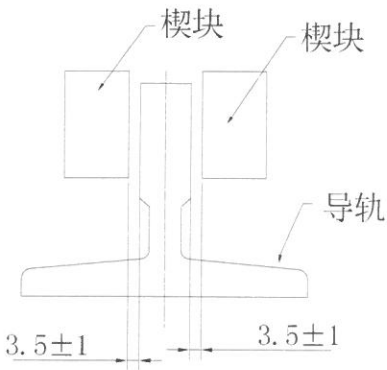

图 4
2.2.3.楔块与导轨间隙为: $3.5 \pm 1 \text{mm}$ (图 4)。